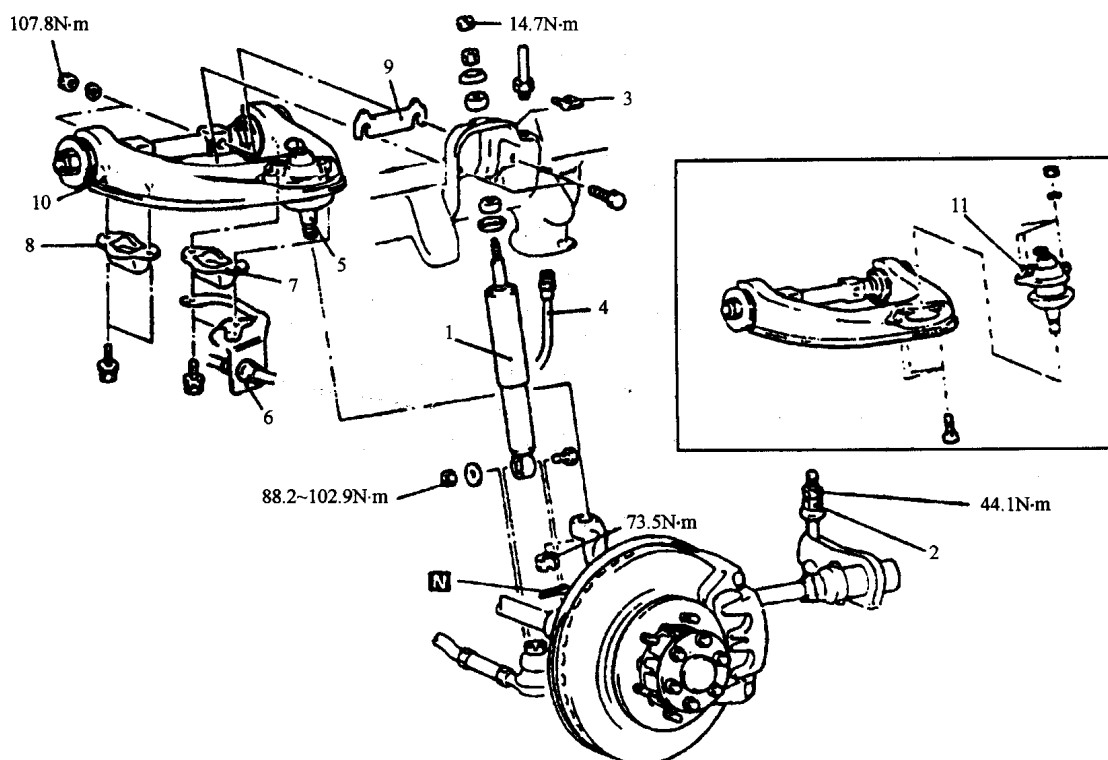
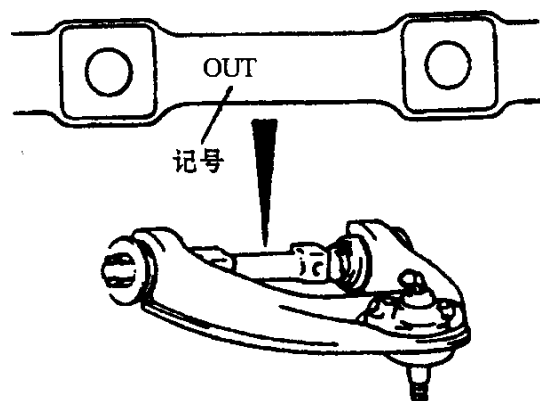

图7-28减振器和上横臂
图7-29上横臂轴的安裝标记
(1) 减振器和上横臂的拆装见图7-28。如需要换上球状接头上的防尘罩，需在新罩内外两侧、唇部及上球状接头处涂上多功能润滑脂。安装时，上横臂轴上“OUT”记号一侧朝向车辆外侧，见图7-29。拧紧减振器安装螺母，使图示尺寸A为1~2 mm。